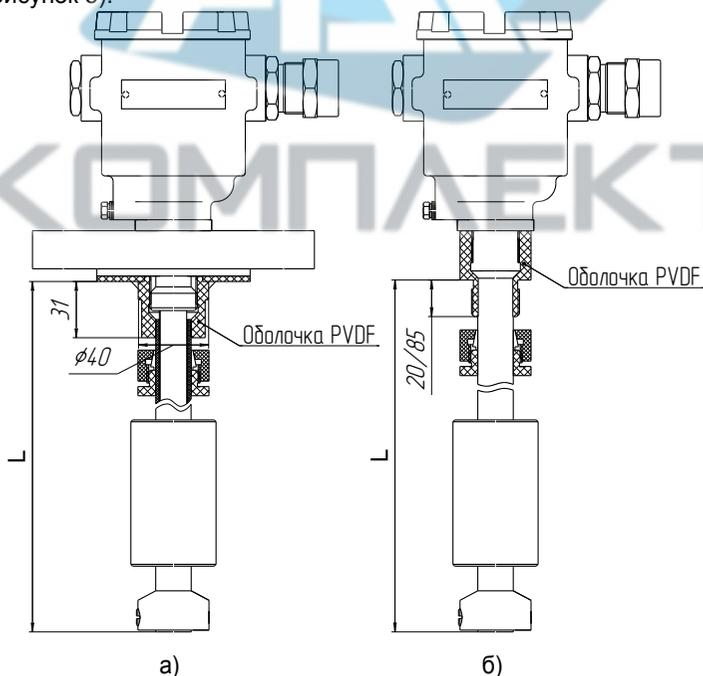

Рисунок 3
2.1.10 ПМП изготавливаются с направляющей длиной от 250 до 5000 мм. Длина направляющей  $L$  – это расстояние от нижней торцевой поверхности направляющей до уплотнительной поверхности устройства крепления (фланца или резьбового штуцера) (рисунок 3).
Защитная оболочка направляющей ПМП и устройства крепления, поплавков и ограничители хода поплавка выполнены из химстойкого пластика. Защитная оболочка (рисунок 3) фиксируется на направляющей резьбовым соединением, закрывает направляющую и устройство крепления, исключая воздействие на них агрессивной среды.